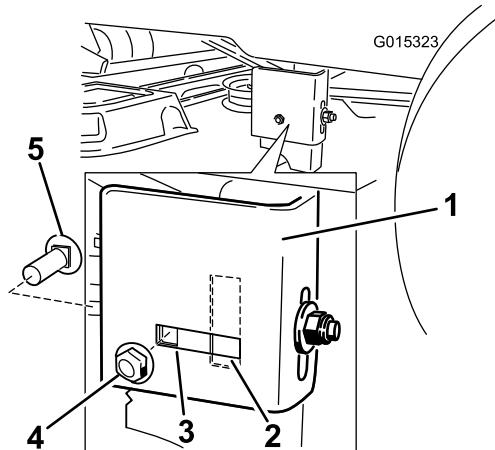

Figura 53
- Spostatevi sul lato sinistro della macchina. Verificate che il bullone a testa tonda laterale sia in posizione fissa o nella scanalatura (Figura 53).
- Se il bullone a testa tonda laterale è in posizione fissa, rimuovete sia il bullone a testa tonda laterale che il dado di bloccaggio laterale dalla posizione fissa e installateli nella scanalatura posteriore (Figura 53).